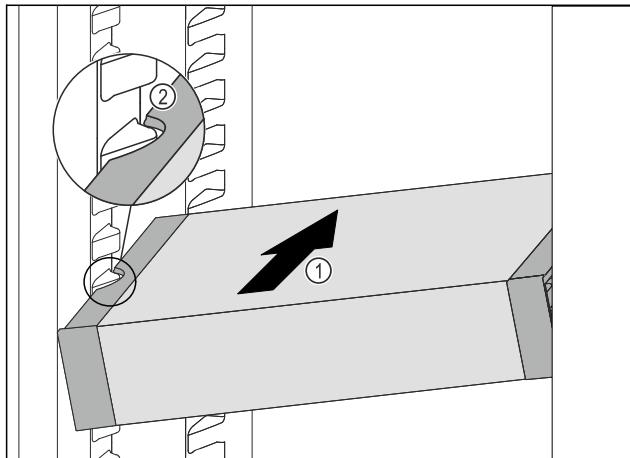

Fig. 31
- Вдвигайте VarioSafe под наклоном в холодильное отделение Fig. 31 (1), пока боковые выемки Fig. 31 (2) VarioSafe не окажутся на высоте выступа резервуара в холодильном отделении.